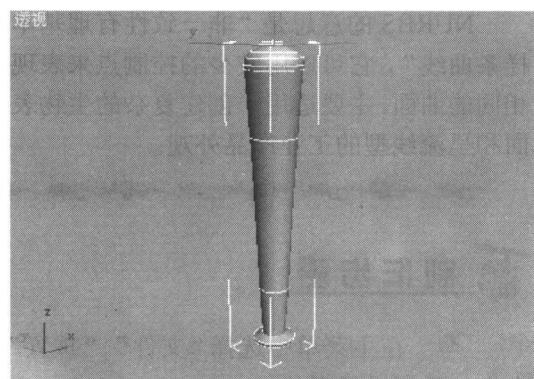

图3-4 继续U放样的结果
⑦ 在“创建曲面”卷展栏中单击“U向放样”按钮，在前视图中依次单击顶上的圆、第2个圆、第3个圆、第4个圆、第5个圆，然后按右键停止U放样操作，如图3-4所示。
⑧ 用同样的方法在剩下的6个圆上进行放样，注意应放样几个圆后单击右键停止操作然后继续U放样，结果如图3-4所示。